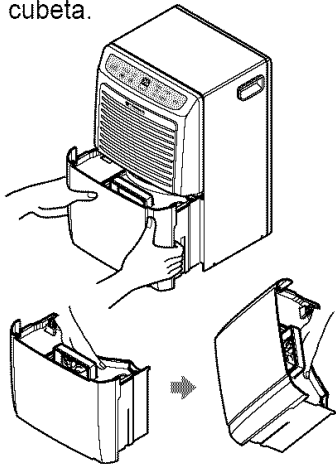

Figura 1
1. Cuando la cubeta esté llena, deslícela hacia el exterior agarrando el asa y vaciando el líquido en una bañera o lavamanos grande y repóngalo debidamente. Figura 1.